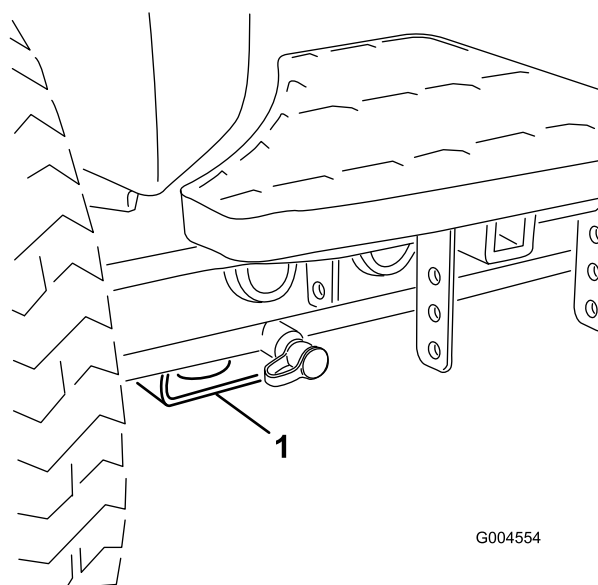

図 43
- ・ 前：各前輪の内側、アクスルチューブの下にある四角いパッド（図 43）